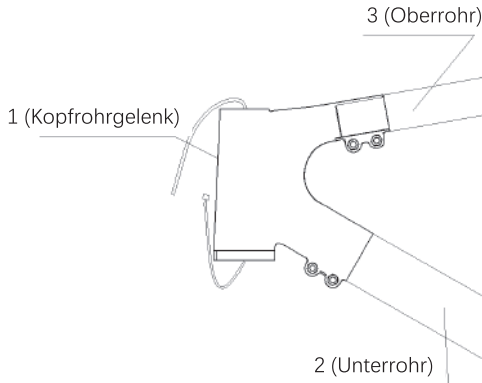

Abb. 20-1
a. Entfernen Sie die Verriegelung von Teil 1, wie in Abb. 20-1 gezeigt.